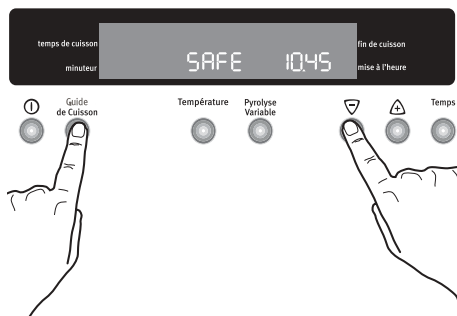

Fig. 15
- qu'un signal sonore retentit (Fig. 15).